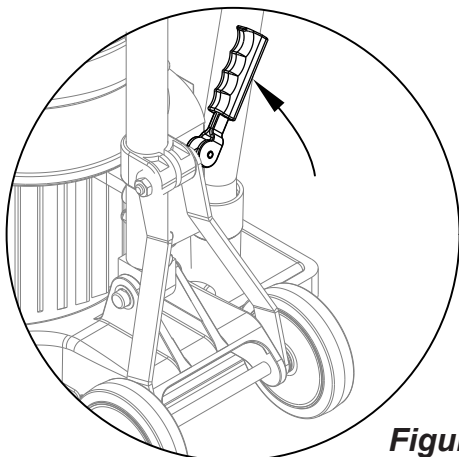

Figura 1
2. Eleve y bloquee la manija en posición vertical. Para trabar el mango, tire hacia arriba de la palanca de liberación de liberación del mango (Consulte la Figura 1).